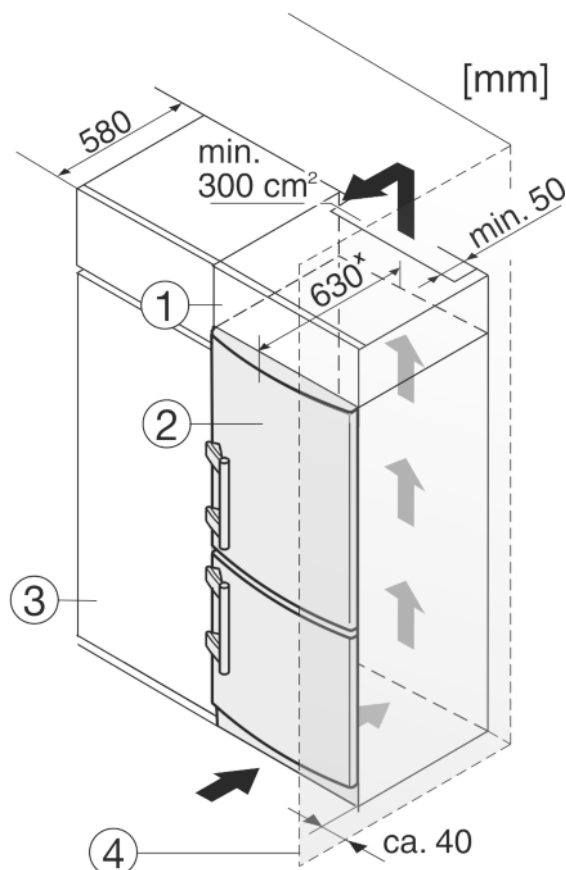

Fig. 9
- (1) Nastavbová skříň (3) Kuchyňská skříň
(2) Spotřebič (4) Stěna
Zařízení lze zabudovat do vybavení kuchyně. K vyrovnaní přístroje Fig. 9 (2) na výšku kuchyňské linky lze na přístroj nasadit odpovídající nástavec Fig. 9 (1).
Při montáži do kuchyňských skříní (hloubka max. 580 mm) lze přístroj instalovat hned vedle kuchyňské skříně Fig. 9 (3). Přístroj přesahuje přední stěnu kuchyňské skříně na stranách o 34 mm* a uprostřed o 50 mm*.
Když se přístroj instaluje závěsy vedle stěny Fig. 9 (4), musí být vzdálenost přístroje od stěny alespoň 40 mm. To odpovídá přesahu madla při otevřených dveřích.